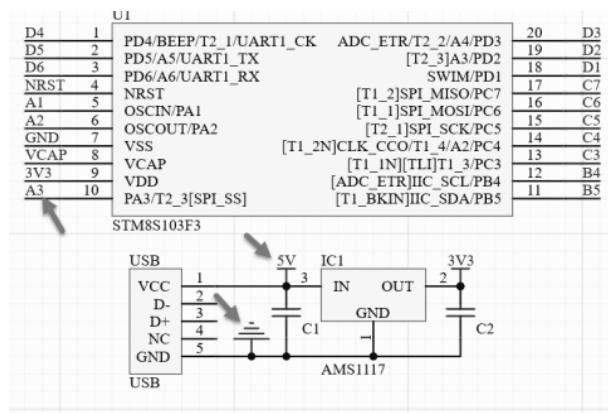

图 13-17 电气连接的放置
- (1) 对于元件附件执行连接的元件，执行菜单命令“放置-线”，放置电气导线进行连接。
- (2) 对于远端连接的导线，采取放置网络标签（Net Label）的方式进行电气连接。
- (3) 对于电源和地，采取放置电源端口的全局连接方式。电气连接的放置如图 13-17 所示。